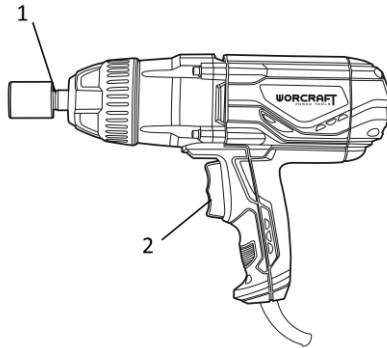

Рисунок 1
**4.1** Для включення виробу натисніть обрану необхідну клавішу напрямку обертання вимикача-регулятора (2) (див. рисунок 1) в залежності від характеру виконуваної операції.